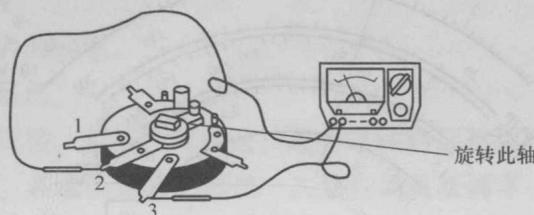

图 1-1-11 测量电位器内部质量
- 3) 最后将表笔接中心抽头（图 1-1-11 中 2 端）及电位器任一端（图 1-1-11 中 1 或 3 端），缓缓旋转电位器轴柄。如指针徐徐变动而无跌落现象，则说明此电位器正常。